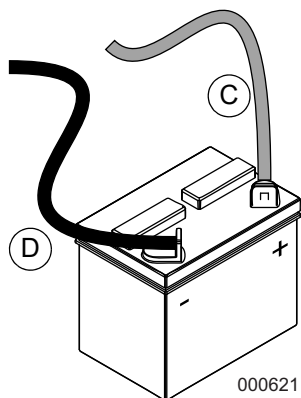

Figura 5-6. Conexões do cabo da bateria
1. Consulte **Figura 5-6**. Instale a tampa protetora de borracha (A) sobre o terminal positivo (+) da bateria.
2. Segure a correia da bateria (B) e levante-a.
6. Instale o cabo positivo da bateria (C) (vermelho) no terminal positivo (+) da bateria.
7. Instale o cabo negativo da bateria (D) (preto) no terminal negativo (-) da bateria.